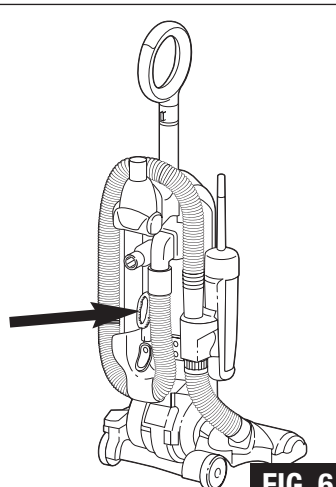

FIG. 6
- Step 9:** Store the dusting brush on its holder (FIG. 6).
Étape 9 : Rangez la brosse à épousseter sur son support (FIG. 6).
Paso 9: Guarde el cepillo para polvo en su portacepillo (FIG. 6).